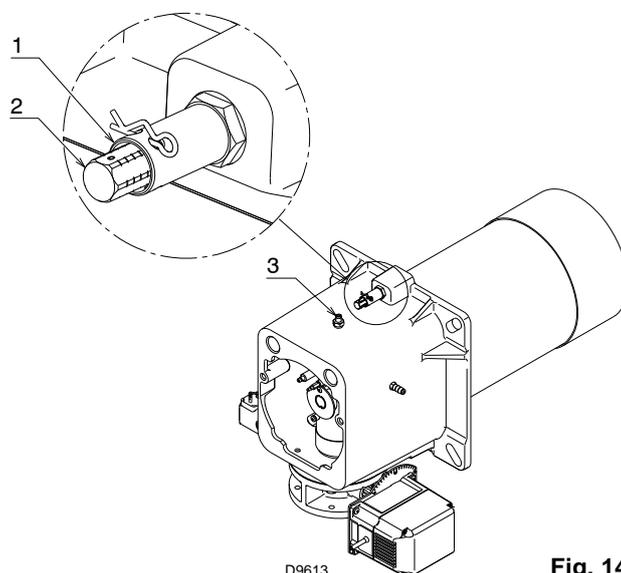
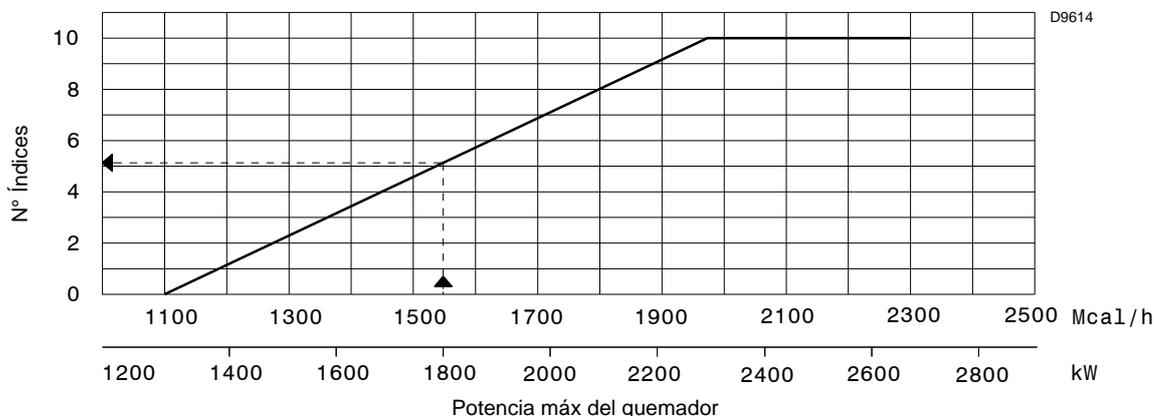

Fig. 14
Fig. 15
Regular el tornillo 2)(Fig. 14) según la muesca presente en el gráfico de la Fig. 15.
En el gráfico de la Fig. 15 se observa que para esta potencia, la regulación del aire debe realizarse en la muesca 5.
- Cabezal de combustión regulado como indica el gráfico de la Fig. 15